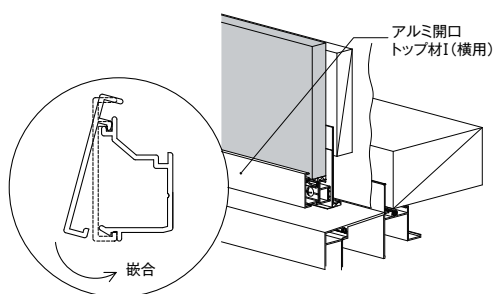

図8 アルミ開口トップ材I(横用)の施工
▶アルミ開口トップ材I(横用)はアルミ開口トップ材I(縦用)に2mmかぶる長さに切断し、アルミ開口トップ受け材Iに嵌合し、固定する。(ビスなど不要)(図8参照)